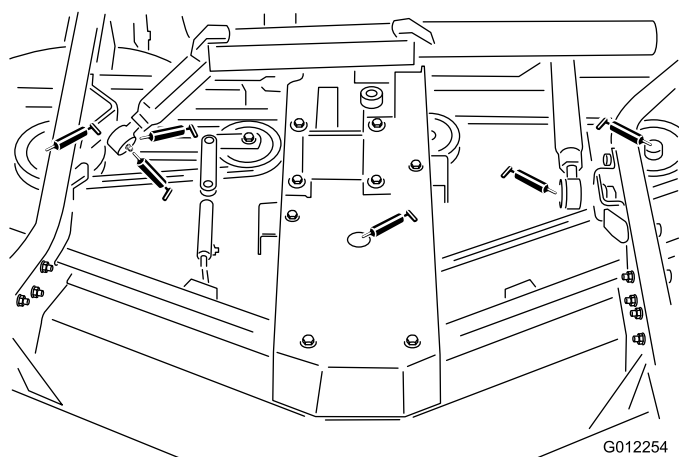

図 17
- ・ ブレードスピンドルのベアリング（図 17）
- ・ アイドラームのピボット（図 17）
- ・ 左右のブッシュアームのボールジョイント（図 17）